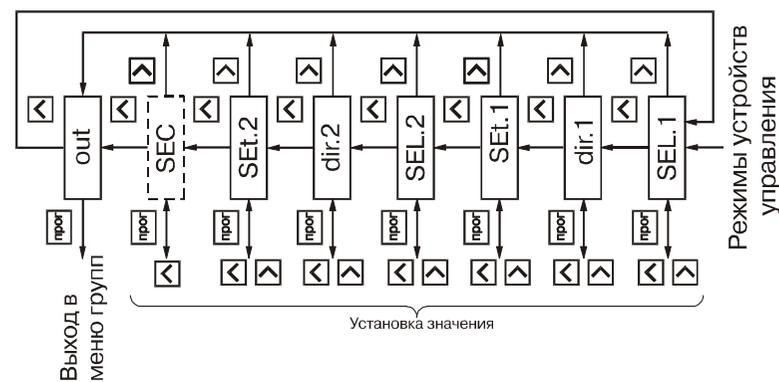

Рис. 26
6.1.9. Группа "Group_d" (рис. 26) содержит параметры **SEL1** и **SEL2**, задающих входную величину соответственно для ЛУ1 и ЛУ2, параметры **Set1** и **Set2**, определяющие логику их работы и параметры **dir1**, **dir2**, определяющие направление счета при котором должны срабатывать выходные устройства.